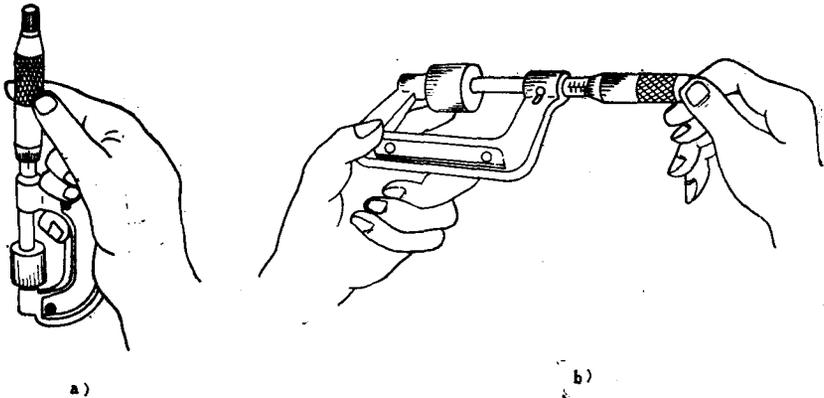

图1-9 千分尺的使用方法
② 使用千分尺测量工件时，应将其测量面和工件被测表面擦拭干净，以确保测量数值的准确。测量时可采用单手，也可采用双手进行，见图1-9。单手测量时，一般应先转动微分筒，当测量面刚一接触工件表面时，再用棘轮测力装置，以控制一定的测量力，才能保证得到准确的读数。